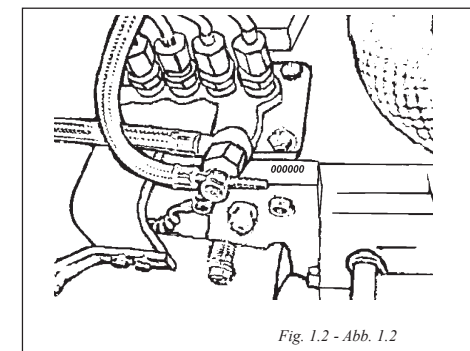

Fig. 1.2 - Abb. 1.2
-Punzonado situado en el motor, indica el número del motor (véase Fig. 1.2)
-Markings stamped on the engine showing serial number (see Fig. 1.2)
-Poinçonnage situé sur le moteur indiquant les éléments d'homologation (voir Fig. 1.2)
-Punzonatura posta sul motore, indicante gli estremi dell'omologazione (vedi Fig. 1.2)
- Stempelung auf dem Motor, mit allen Zulassungsdaten (siehe Abb. 1.2)